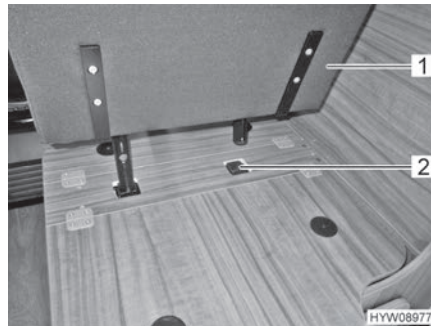

Fig. 19 Ficher le siège emboîtable dans sa fixation
- Ficher le siège emboîtable (Fig. 19,1) dans la fixation (Fig. 19,2).